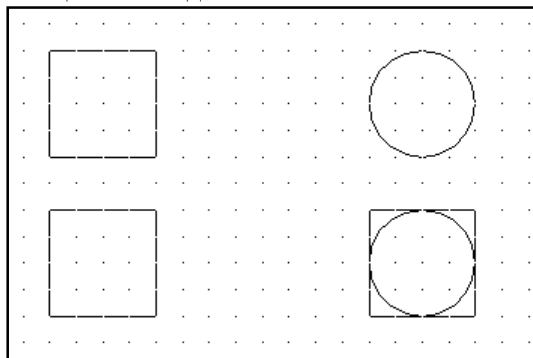

Рис. 2.
4. Вызовите команду *Стереть*. Выделите средний квадрат в нижнем ряду с помощью рамки, а равносторонний треугольник сверху с помощью секущей рамки. Для этого поместите квадратный маркер в область чертежа так, чтобы он не пересекал ни один объект, и выполните щелчок мышью. Этим вы обозначите угол рамки выбора. Переместите мышшь вправо, и вы сформируете рамку. Выполните щелчок для фиксации второго угла рамки. Если перемещать мышшь влево, сформируется секущая рамка. Удалите объекты, нажав клавишу <Enter> (см. Рис. 2). Затем с помощью команды *Ой* восстановите объекты.